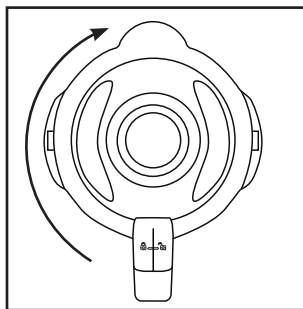

Abb.2
- 4) Drücken Sie den Deckel **2** versetzt wieder fest auf den Mixaufsatz **3** auf. Schließen Sie den Deckel **2**, indem Sie ihn im Uhrzeigersinn in die Position **↻** drehen, bis er hörbar einrastet (siehe Abb. 2). Achten Sie darauf, dass die Ausgießnase am Mixaufsatz **3** verschlossen ist. Nur wenn der Deckel **2** bündig aufgesetzt ist, kann der Motor starten.